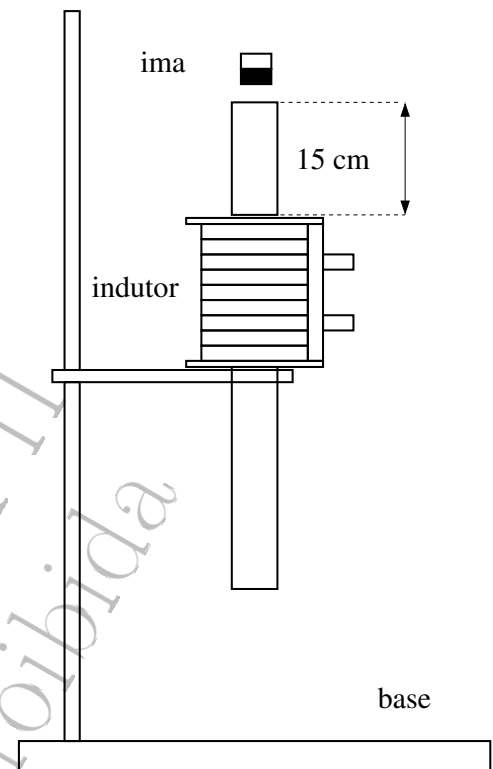

Figura 9.1: IMÃ. Montagem do sistema para o estudo da consequência da queda de um ímã.
- Prenda o indutor ao suporte, deixando o furo central na vertical e numa altura conforme indicado na figura 9.1. Este posicionamento permite obter resultados melhores.